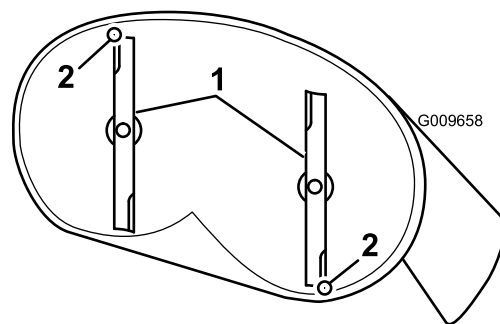
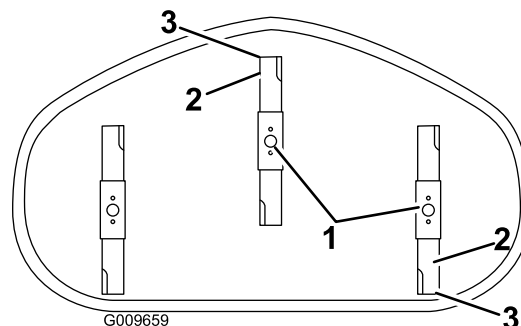

Bild 62
Bild 63
4. Drehen Sie die Messer vorsichtig, sodass sie in Längsrichtung zeigen (Bild 62 und Bild 63).
5. Messen Sie zwischen der Messerspitze vorne und hinten und der ebenen Oberfläche (Bild 62 und Bild 63). Stellen Sie die vordere Sicherungsmutter ein, wenn die vordere Schnittmesserspitze nicht um 1,6–7,9 mm tiefer liegt als die hintere.
8. Prüfen Sie noch einmal die Neigung in Längsrichtung. Stellen Sie die Mutter ein, bis die vordere Schnittmesserspitze um 1,6–7,9 mm tiefer liegt als die hintere Spitze (Bild 62 und Bild 63).